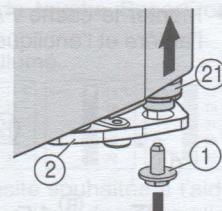
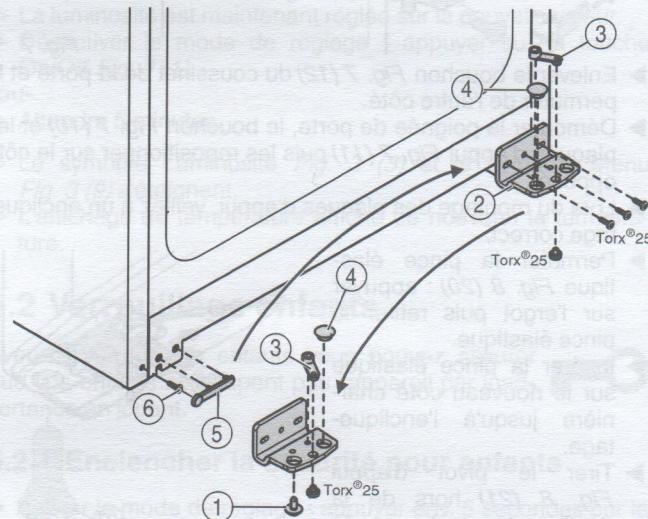

Fig. 4
Fig. 5
- ▶ Dévisser la vis de blocage du support d'appui Fig. 4 (1) en bas à droite.
- ▶ Le pivot d'appui Fig. 4 (21) se desserre du support d'appui Fig. 5 (2).
- ▶ Si le pivot d'appui Fig. 4 (21) ne se desserre pas, chasser le support par le bas.
- ▶ Dévisser le support d'appui Fig. 5 (2).
- ▶ Dévisser l'élément pivotant Fig. 5 (3) et le permutter dans le trou opposé du support d'appui, revisser à fond.
- ▶ Retirer le bouchon Fig. 5 (4) du support d'appui et le placer dans le trou du côté opposé au support d'appui.
- ▶ Retirer le cache Fig. 5 (5) côté poignée avec précaution.
- ▶ Retirer la vis Fig. 5 (6) et la revisser sur le côté opposé.
- ▶ Remettre en place le cache Fig. 5 (5).
- ▶ Revisser le support d'appui Fig. 5 (2) sur le nouveau côté charnière, en utilisant une visseuse sans fil si nécessaire, avec un couple de serrage de **4 Nm**.
► Visser la vis d'arrêt Fig. 4 (1) en bas dans le pivot d'arrêt et la serrer à fond (**avec 4 Nm**).